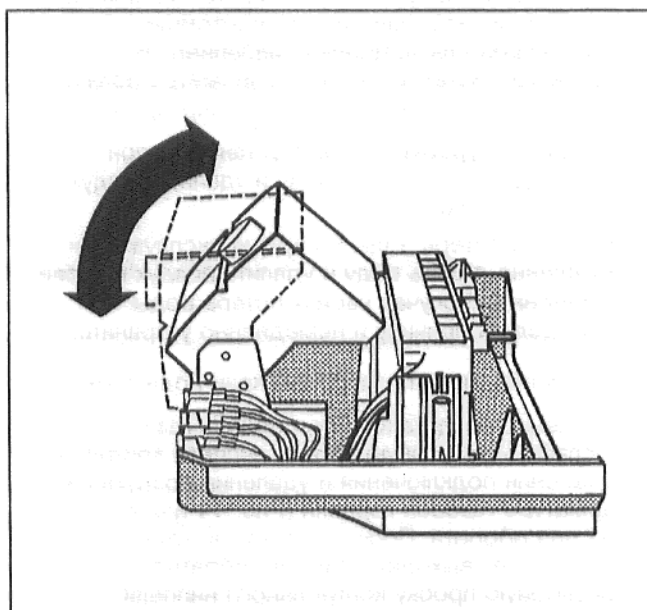

Рис. 12: Блок индикации системы регулирования 2000
- Только для системы регулирования 2000: Повернуть блок индикации в желаемое положение. При работе в комбинации с расположенным ниже бойлером рекомендуется установить блок индикации прямо (Рис. 12).